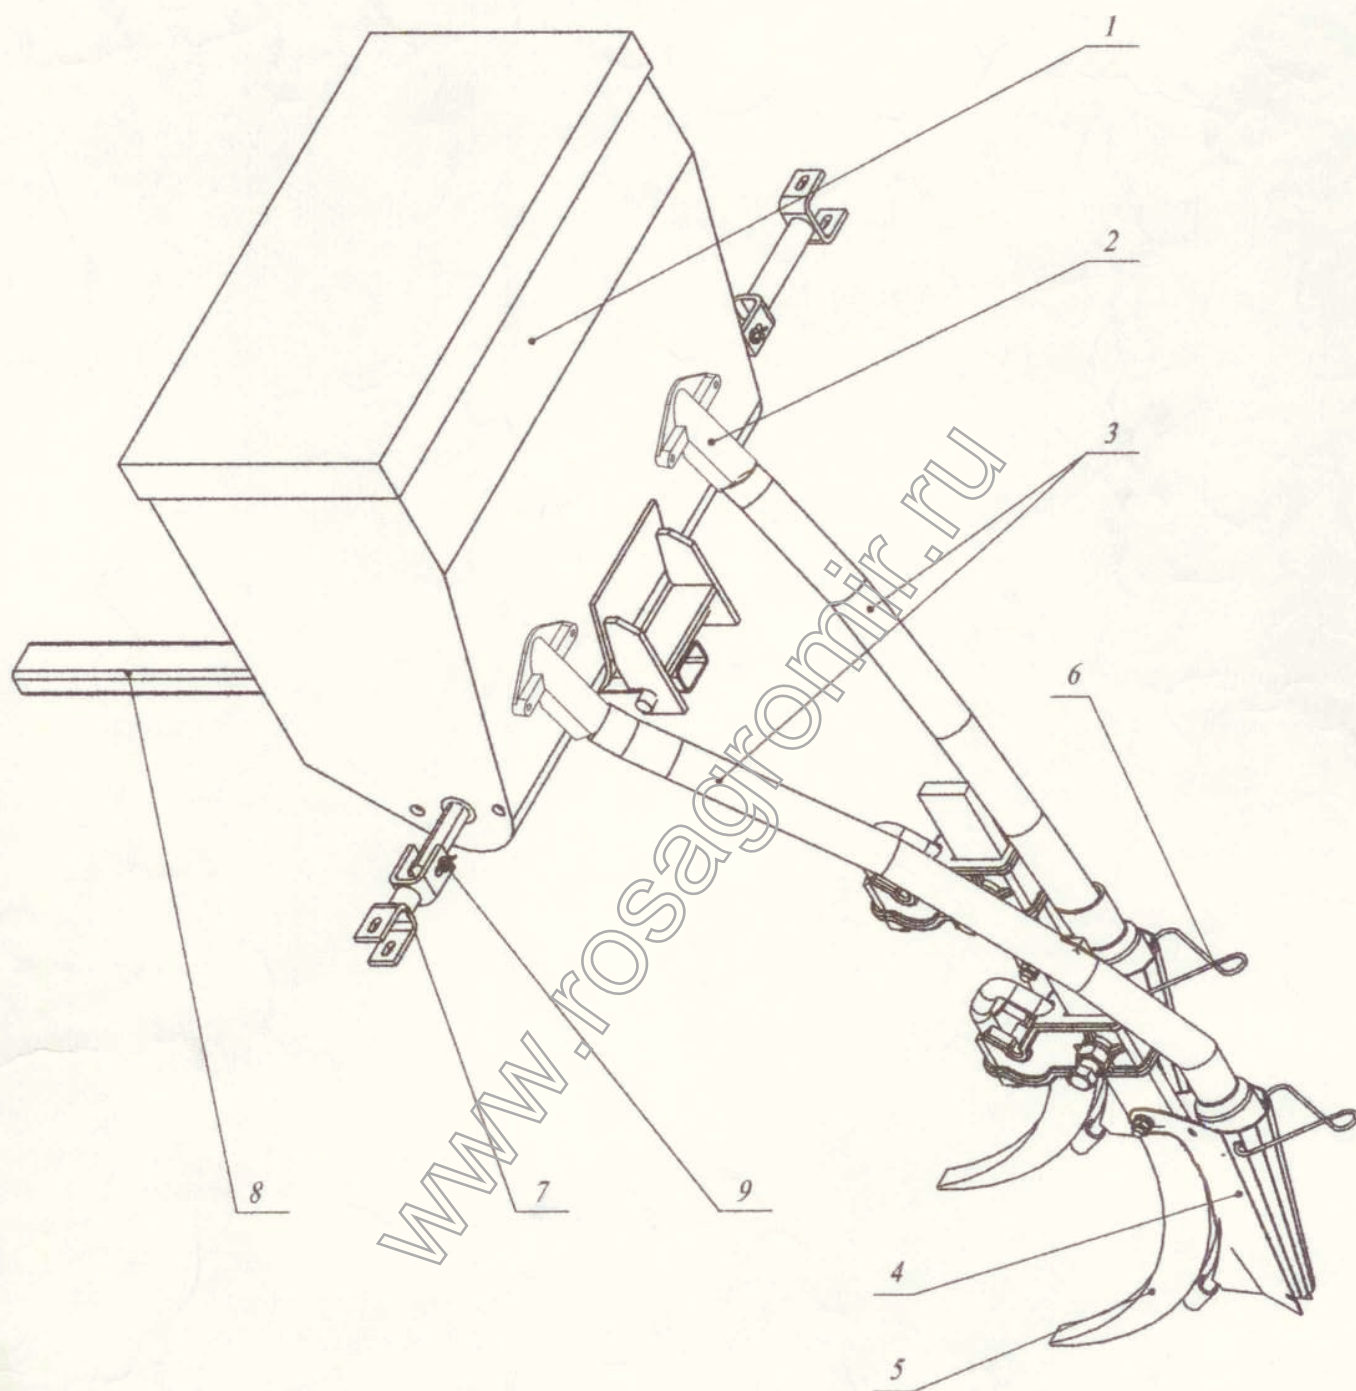

Рис. 7 Аппарат туковысевающий АТ-2Р
2.9. Подкормочное приспособление АТ-2Р или АТП-2А (рис. 7) состоит из туковывсевающих аппаратов 1, кронштейнов 2, на которых устанавливаются аппараты, валков (соединительных) 3, при помощи которых передается вращение от одного вала туковывсевающего аппарата на другой.
6.7.6. Надеть приводные крючковые цепи 5 (рис.7) соответственно на звездочки и несущих колес и механизма передач и туковывсевающего аппарата. Крючковые цепи надеть отогнутыми крючками наружу.